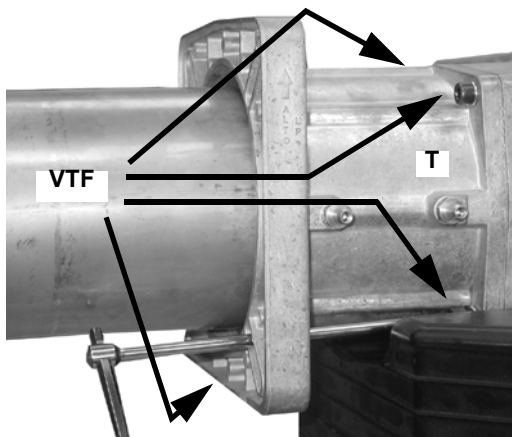

Fig. 5
- 2 Smontare il tronchetto flangiato **T** rimuovendo le 4 viti a brugola **VTF** (Fig. 5).